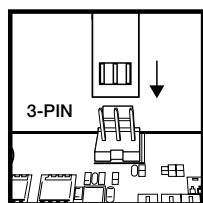

Figura 1
- > Collegare il cavo tachimetro della pompa all'header CPU_FAN sulla scheda madre (Figura 1).